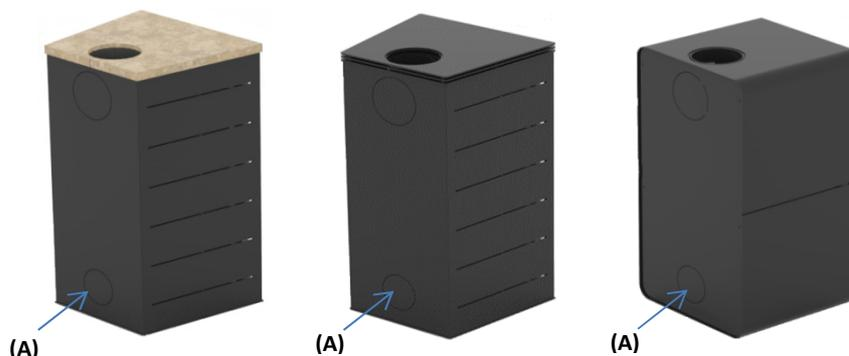

Fig. 18 – Vue arrière de chaque modèle ; (A) Section à extraire pour l'entrée d'air extérieure
- 3- Au dos de l'équipement, il faut ouvrir la section correspondante à la sortie d'air extérieure (Fig.18). Pour ce faire, il suffit d'utiliser une pince coupante pour éliminer les points d'union entre leur section et le panneau extérieur de l'équipement ;